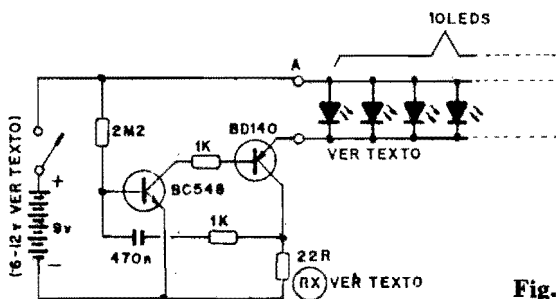

Fig. 1
- FIG. 1 - Diagrama esquemático do circuito do SP10. Um oscilador simples, (ASTÁVEL) baseado em transistores complementares (um NPN e um PNP), capaz de acionar diretamente vários LEDs (basicamente 10). Com os valores indicados para os componentes, a frequência de "pisca-gem" é de aproximadamente 2Hz (dois lampejos por segundo), em **flashes** rápidos e intensos. O principal componente que determina essa frequência é o resistor original de 2M2, cujo valor **pode** ser experimentalmente alterado (dentro da faixa que vai de 1M até 4M7) na intenção de se obter **outros** ritmos para as piscadas. O capacitor de 470n (em parte **também** responsável pela frequência de oscilação) determina, principalmente, a intensidade ou duração de **cada lampejo**. Podem ser experimentados, para o seu lugar, outros valores, desde 100n (lampejo **muito** curto e menos intenso) até 1u (piscadas mais intensas